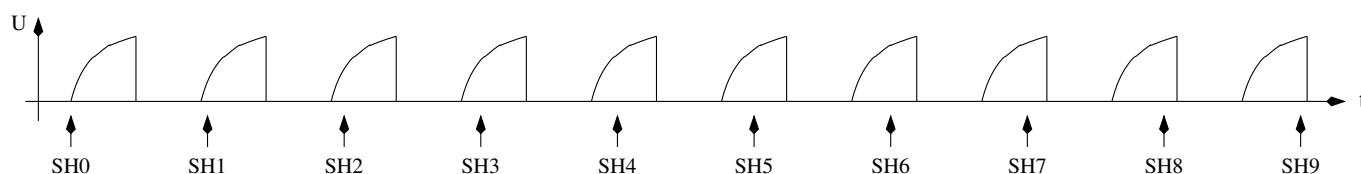

Рис. 5.30. Сканирование сигналов напряжения с помощью метода выборки
Радиолобитель Pieter-Tjerk (PA3FWM) интегрировал возможность измерений очень малых значений ёмкости ($< 100 \text{ pF}$) методом выборки. Период преобразования АЦП на самом деле слишком длительный для непосредственного отбора быстро изменяющегося сигнала. Но напряжение входного сигнала удерживается заданное время цикла преобразования, во время (SH) выборки и удержания. АЦП требуется 13 тактов для полного преобразования, а такты АЦП задаются путем деления частоты процессора на 128 или 64. Входное напряжение АЦП фиксируется точно 1,5 такта для непрерывных циклов измерений. Если входной сигнал может быть сгенерирован снова и снова, мы можем сдвинуть время выборки АЦП от предыдущего к следующему повторению сигнала, чтобы получить последовательность выборок быстро изменяющегося сигнала. Обычный цикл АЦП занимает $13 \times 64 = 832$ тактов с тактовой частотой 8 MHz . Если мы повторяем входной сигнал с тактовым импульсом 831, то при непрерывном АЦП (режим свободного запуска), каждый последующий раз напряжение сигнала будет считываться на один такт позже чем предыдущий. Мы должны убедиться, что с помощью этого метода первая выборка сигнала АЦП будет выполняться в указанное время. Время следующих измерений АЦП будет сдвинуто на один тактовый импульс процессора позднее при каждом последующем повторении сигнала. Если сигнал можно точно повторить, то объединенный сигнал многих периодов будет таким же, как дискретизация и преобразование непосредственно с помощью АЦП, работающего с тактовым сигналом процессора 8 MHz . Рисунок 5.30 показывает принцип выборки десятикратно повторяющегося сигнала для получения десяти выборок ($SH0 - SH9$). В действительности относительный временной сдвиг последовательных выборок намного меньше.